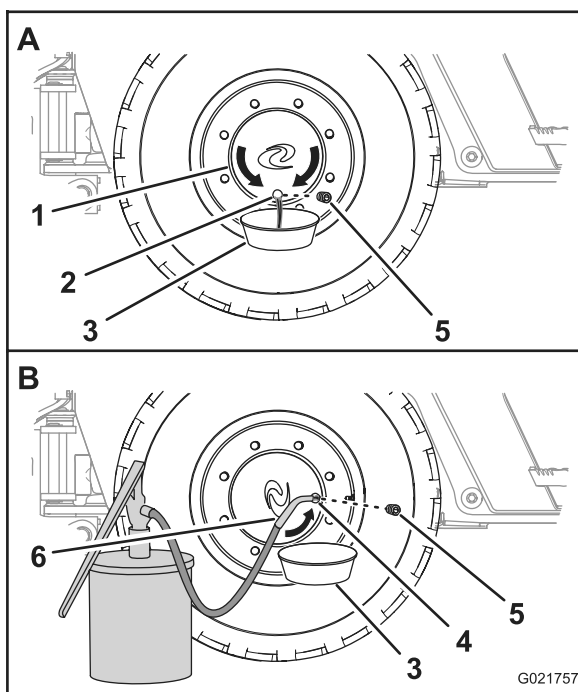

Figure 65
1. Déplacez la machine vers l'avant ou vers l'arrière jusqu'à ce que le bouchon d'huile du moyeu de roue soit à 6 h (Figure 65).
- Placez un bac de vidange sous l'orifice d'huile du moyeu de roue (Figure 65).
- Retirez le bouchon et vidangez l'huile du train planétaire (Figure 65).
- Déplacez la machine vers l'avant ou vers l'arrière jusqu'à ce que le bouchon d'huile du moyeu de roue soit à 3 h ou 9 h (Figure 65).